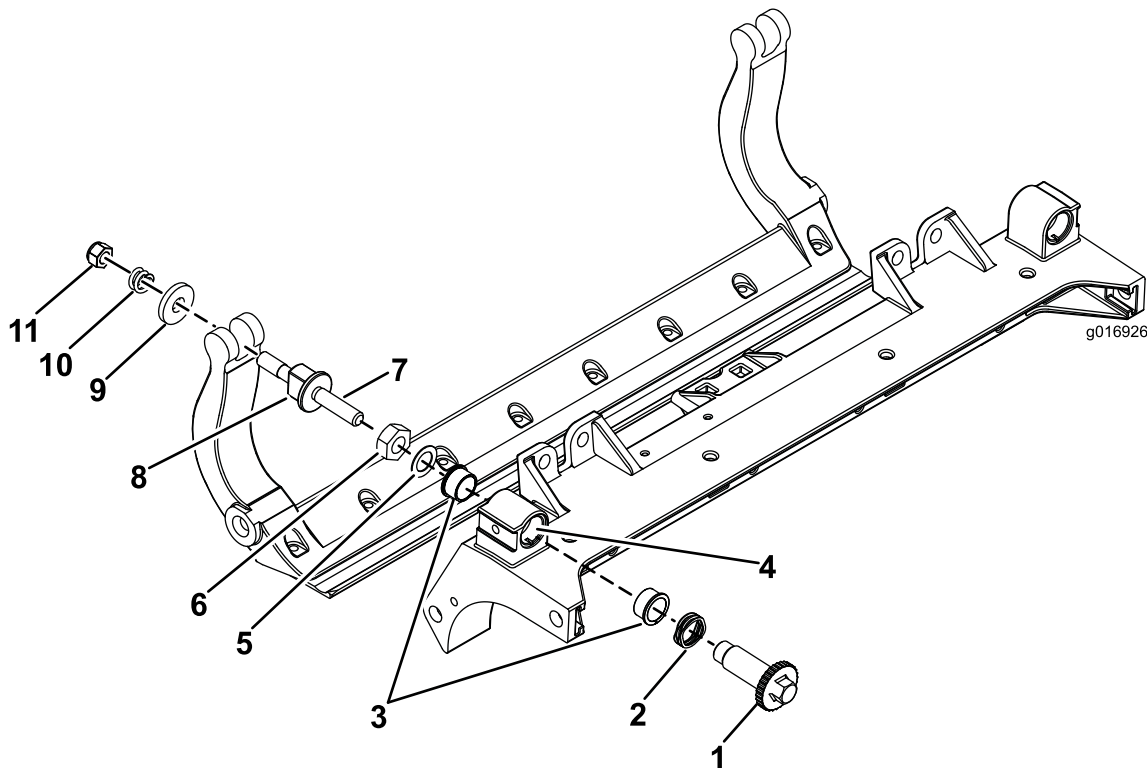

图 37
1. 拆除所有零件请参阅 HD DPA 套件 安装说明和 图 37。
2. 将防粘剂涂抹到滚刀组中心机架图 37的轴套区内侧。
3. 将凸缘轴套上的键与机架的槽对准然后安装轴套图 37。
4. 将一个波形垫圈安装到调节器轴上然后将调节器轴滑入滚刀组机架中的凸缘轴套内图 37。
5. 使用扁平垫圈和锁紧螺母固定调节器轴图 37。
12. 在两个尼龙垫圈的外侧各放一个钢垫圈图 37。
注意 内侧的垫圈可能有空隙图 37。
15. 旋紧每个底刀架调节器总成上的螺母直到加压弹簧完全压缩然后往回松开 1/2 圈图 37。